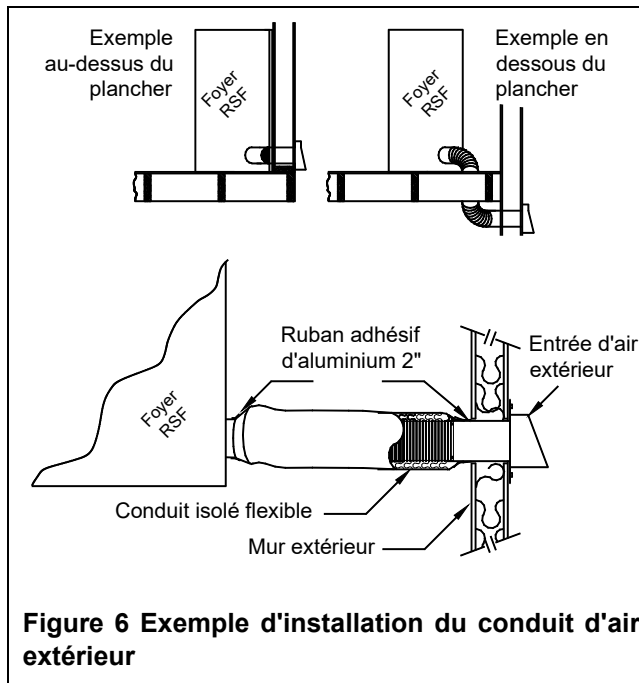

Figure 6 Exemple d'installation du conduit d'air extérieur
1. Trouvez un endroit pratique pour le conduit d'air extérieur et l'entrée d'air extérieur. L'entrée d'air extérieur peut être localisée en dessous ou au-dessus du niveau du plancher (voir Figure 6).